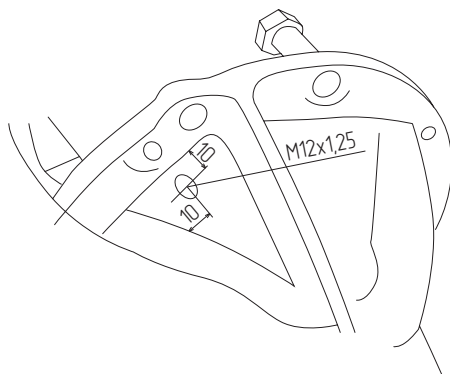

Рис. 2
1. Просверлите в картере моста сквозное отверстие сверлом $\varnothing 10,7..10,8$ мм (см. раздел Инструменты) на расстоянии не менее 10 мм от края фланца и 10 мм от края технологического прилива (Рис. 2). Нарезьте резьбу метчиком M12x1.25 (см. раздел Инструменты).